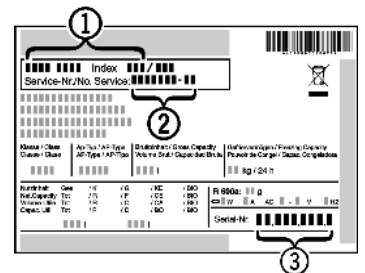

Fig. 10
- ▶ Z typového štítku odčítajte označenie zariadenia *Fig. 10 (1)*, servisné č. *Fig. 10 (2)* a sériové č. *Fig. 10 (3)*. Typový štítok je na ľavej vnútornej strane zariadenia.
- ▶ Upovedomte zákaznícky servis a oznámte chybu, označenie zariadenia *Fig. 10 (1)*, servisné č. *Fig. 10 (2)* a sériové č. *Fig. 10 (3)*.